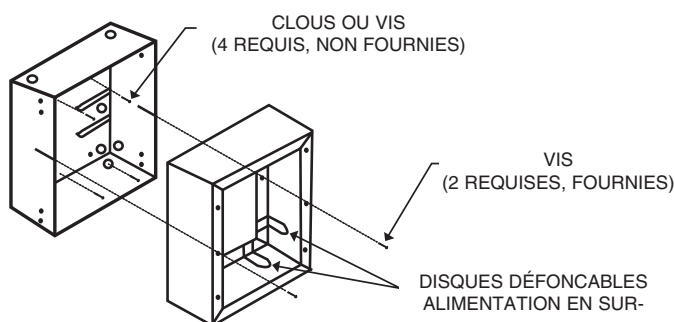

FIGURE 1
2. Si le câble d'alimentation est dans le mur, percer le disque défonçable situé sur la paroi arrière du boîtier et installer le collier de câble d'au moins 8 po (203 mm) dans le boîtier. Utiliser les quatre (4) trous du boîtier pour fixer le boîtier à la structure du bâtiment. (Voir la Figure 1).
3. Si le câble d'alimentation est en surface (p.ex., dans un conduit, dans des chemins de câbles en surface, etc.) percer le disque défonçable du boîtier qui correspond à l'emplacement du câble d'alimentation. Installer un connecteur adéquat (système en surface) et fixer le boîtier au mur par les quatre (4) trous de la paroi arrière en laissant une longueur de câble d'au moins 8 po (203 mm) dans le boîtier.
Note: Aux fins d'alignement avec les disques défonçables du cadre de montage en surface, utiliser les disques défonçables situés dans le coin adjacent au disque de la paroi arrière du boîtier (Voir la Figure 1).
4. Si l'appareil est alimenté par un système en surface, percer le disque du trou de passage du cadre de montage en surface de façon que le cadre glisse sur l'alimentation (Voir la Figure 1).